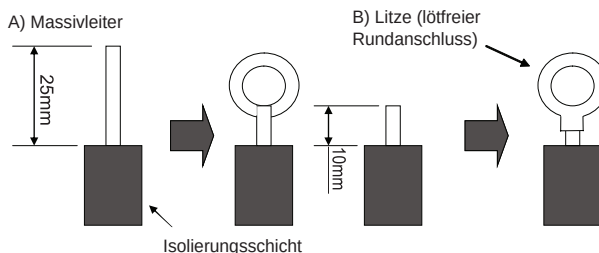

Abb. 39
(1). MASSIVLEITER (Abb. 39)
(2). LITZE (Abb. 39)